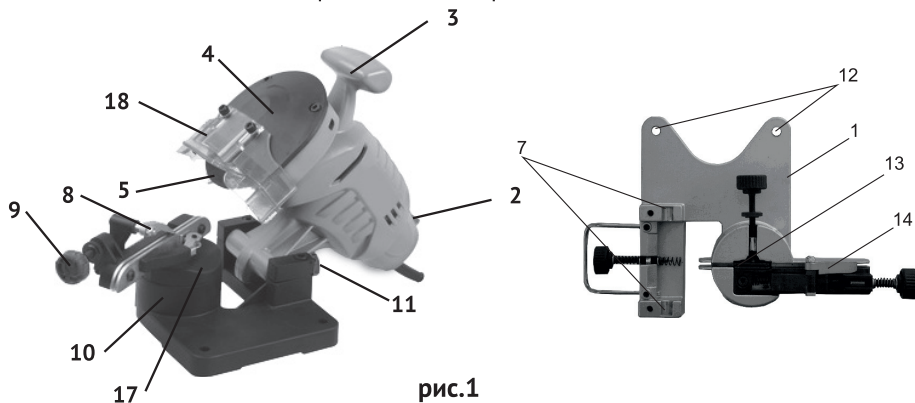
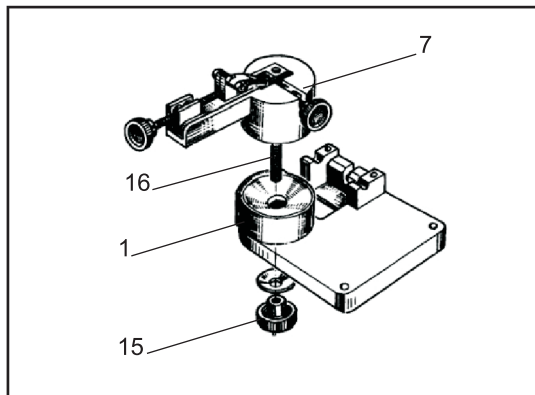
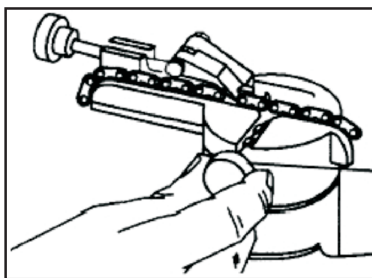

рис.1
рис.2
рис.6
4.1 Общий вид станка представлен на рис.1
Извлеките электрический станок из заводской упаковки. Электрический станок поставляется в торговую сеть в разобранном виде. Перед началом работы его необходимо собрать, как показано на (рис. 2).
Установите основание 1 (рис. 2) на твёрдую и ровную поверхность верстака таким образом, чтобы фиксатор 15 (рис. 2) рабочего стола 7 (рис. 2) выступал за край верстака и обеспечивалась возможность доступа к нему при регулировке угла заточки (вправо/ влево). Закрепите основание на верстаке используя монтажные отверстия 12 (рис. 1) при помощи болтов (в комплект поставки не входят).
Вставьте установочный винт 16 (рис. 2) рабочего стола, в отверстие основания и закрепите его фиксатором 15 (рис. 2). После чего установите станок в направляющие пазы 17 (рис.1), так, чтобы абразивный диск располагался ближе к рабочему столу 7 (рис. 2) и зафиксируйте его двумя пластинами с винтами. После этого станок готов к работе .
Настройте установочный клин 14 (рис. 1) с помощью установочного винта 9 (рис. 1) чтобы клин 14 (рис. 1) располагался впритык к затачиваемому звену и не давал цепи передвигаться в процессе заточки (рис. 5).
При заточке следующего зуба не обязательно заново регулировать установочный клин 14 (рис. 1). Достаточно установить звено впритык к установочному клину и зафиксировать это положение винтом 6 (рис. 5), не допуская свободного движения цепи в процессе заточки (рис. 6).
После установки цепи зафиксируйте это положение винтом 6 (рис.5) и установите клин 14 (рис. 1). Как только цепь будет зафиксирована, выберите необходимый угол заточки от 0 до 300 (вправо/влево) в зависимости от типа цепи. Установите необходимую глубину заточки при помощи ограничителя глубины 11 (рис. 1). После проведения вышеперечисленных настроек, включите станок, переведя выключатель в положение "вкл", и произведите заточку режущего зуба. Изменение угла заточки цепи производится только при выключенном станке. Перед продвижением цепи и заточкой следующего зуба необходимо перевести выключатель в положение "выкл" и дождаться полной остановки абразивного диска. После чего ослабить крепёжный винт 6 (рис. 5) и продвинуть цепь для заточки следующего зуба.
Для замены абразивного диска необходимо снять подвижный щиток 18 (рис. 1), после чего снять защитный кожух 4 (рис. 1). Зафиксировать абразивный диск и открутить фиксатор абразивного диска. Заменить диск на новый и произвести все вышеперечисленные действия в обратной последовательности.